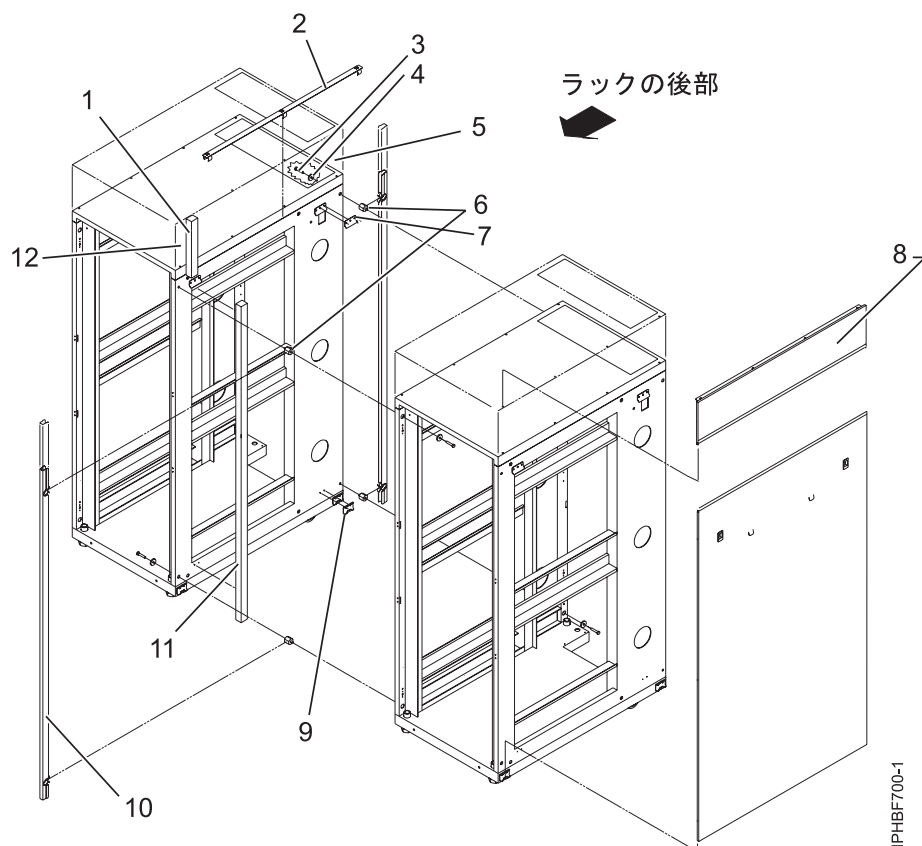

図 18. 複数のラックを接続するための、サイド・パネル、Z ブラケット、J ブラケットの取り外し、および絶縁具と長い発泡スチロールの取り付け
4. 最初の 2 つの絶縁具を、図 18 に示すように最初のラックの左上と右下の隅に取り付けます。